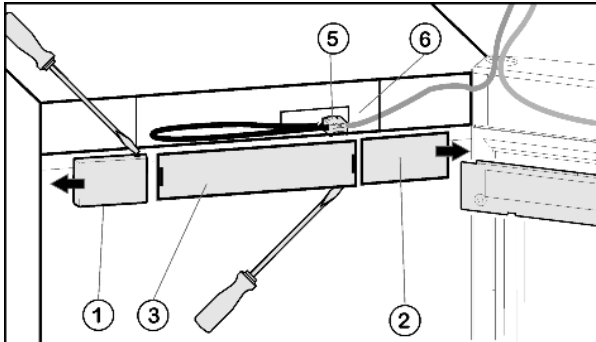

Fig. 4
- ▶ Снятие крышки со стороны ручки Fig. 4 (1): справа выведите из фиксатора при помощи плоской отвёртки и сдвиньте наружу.
- ▶ Снятие крышки со стороны шарнира Fig. 4 (2): слева выведите из фиксатора при помощи плоской отвёртки и сдвиньте наружу.
- ▶ Снимите переднюю накладку Fig. 4 (3) с помощью плоской отвёртки.
- ▶ Снимите контакт и извлеките разъём Fig. 4 (5).
- ▶ Высвободите из направляющей серый кабель Fig. 4 (6).
► Снова установите разъем *Fig. 4 (5)*.
► Снова установите крышку *Fig. 4 (3)*.
► Установите крышку *Fig. 4 (2)* снаружи со стороны шарнира с поворотом на 180° и защелкните ее.
► Установите крышку *Fig. 4 (1)* снаружи со стороны шарнира с поворотом на 180° и защелкните ее.